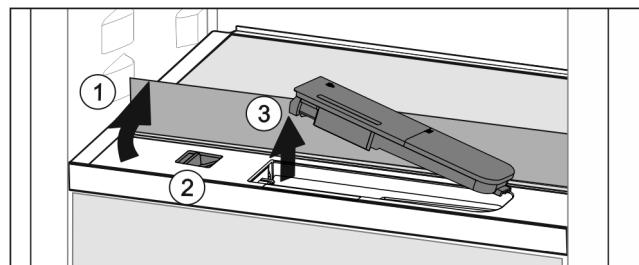

Fig. 49
- Stekleno ploščo dvignite in jo sklopite nazaj do omejevalnika Fig. 49 (1).
- Drsnik Fig. 49 (2) potisnite v levo.
- Odstranite rezervoar za vodo Fig. 49 (3).